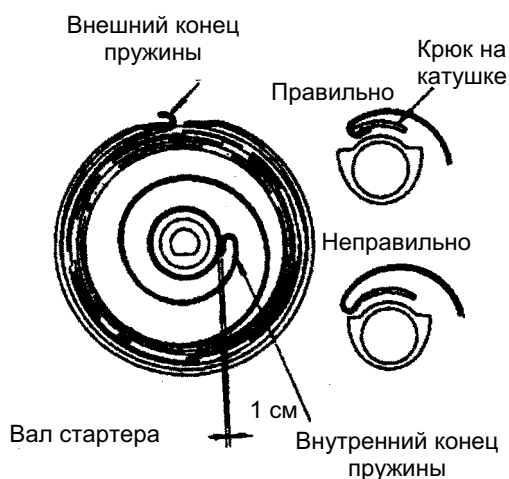

Рис. 10-22
3) Перед установкой катушки в корпус стартера намотать на нее шнур в направлении, показанном стрелкой на рис. 10-22, после двух с половиной витков проложить его через прорез катушки. Ввести крюк катушки в зацепление с внутренним крюком пружины и установить катушку на ее место в корпус стартера (при установке еще раз убедиться в правильном зацеплении катушки с пружиной). Затем, удерживая шнур, как показано на рис. 10-22, повернуть катушку 4 раза в направлении, указанном стрелкой. Застопорив катушку и не давая ей вращаться обратно, натянуть за рукоятку остаток шнура. Придерживая за рукоятку, дать шнуру полностью свернуться на катушке.